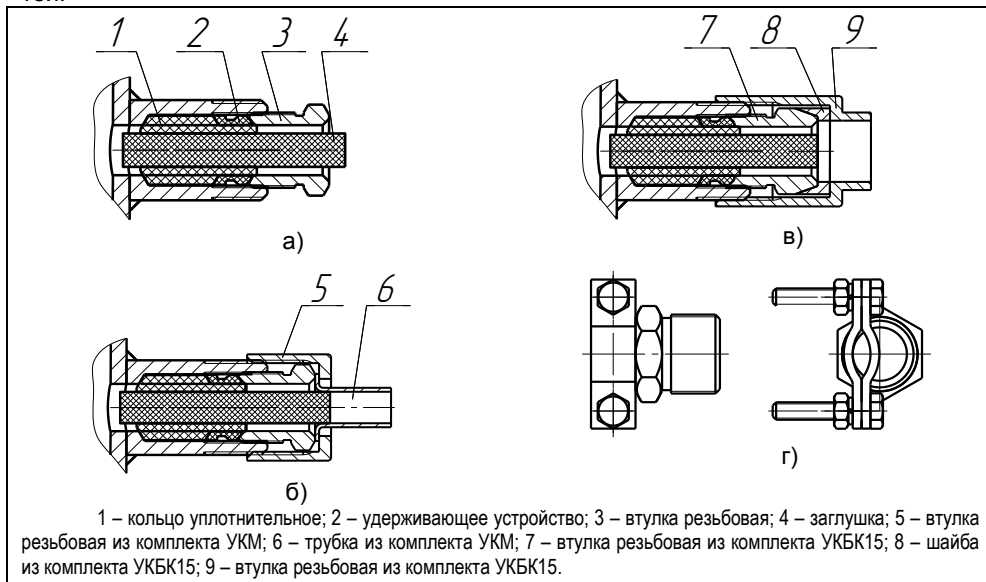

Рисунок 1 – Элементы кабельных вводов:
5.1.1 Устройство изготавливается с кабельными вводами **D12** (см. рисунок 1).
Кабельный ввод **D12** содержит (рисунок 1): кольцо уплотнительное 1, удерживающее устройство 2, втулку резьбовую 3, резиновую заглушку 4.
Комплекты **УКМ10, УКМ12** (устройство крепления металлорукава) состоят из втулки резьбовой 5 и трубки 6 (рисунок 1,б). Комплекты предназначены для крепления металлорукава с внутренним диаметром 10 мм (УКМ10) или 12 мм (УКМ12).
Комплект **УКБК15** (устройство крепления бронированного кабеля) состоит из втулки резьбовой 7, устанавливаемой взамен втулки 3, шайбы 8 и втулки резьбовой 9 (рисунок 1,в). Фиксация брони кабеля осуществляется между втулками 7 и 8 при наворачивании втулки резьбовой 9. Комплект предназначен для крепления бронированного кабеля с наружным диаметром до 15 мм.
Комплект **УК16** (устройство крепления) состоит из втулки резьбовой с хомутом (рисунок 1,г), устанавливаемой взамен втулки 3 и позволяет хомутом закреплять металлорукав или броню кабеля, а так же обеспечивать дополнительное крепление самого кабеля. Комплект предназначен для крепления кабеля, металлорукава с наружным диаметром до 16 мм.